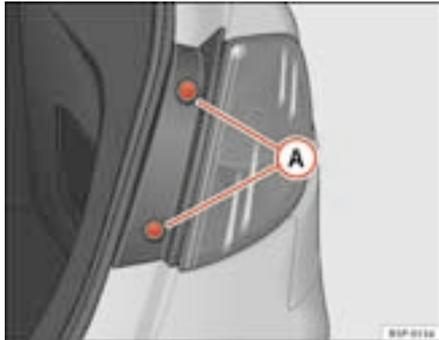

Fig. 185 Luz de mínimos/travagem
- Extrair os parafusos ⇒ fig. 185 **A**.